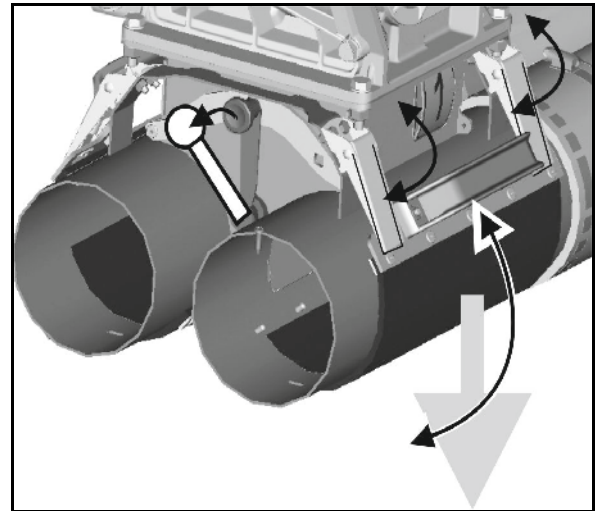

Fig. 76
4. Den Lagerdeckel (Fig. 76) verdrehen und abziehen.